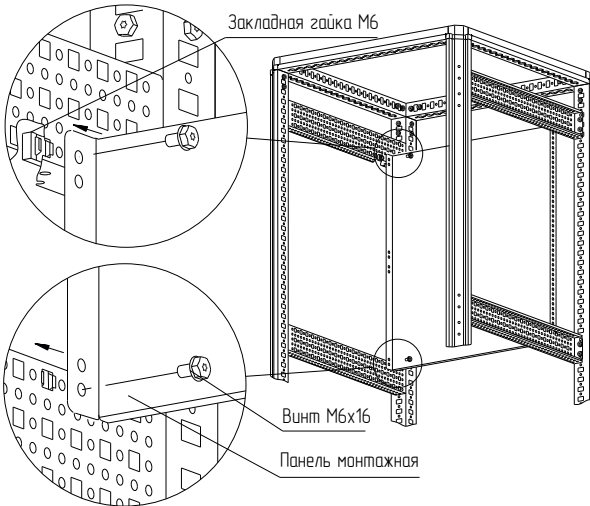

Рисунок 16
– вариант 2. Набором «закладная гайка М6 – винт М6×16 – шайба 6.4». Для этого предварительно установите закладные гайки в квадратные отверстия реек монтажных и закрепите панель монтажную винтами М6×16 с шайбами 6.4 (рисунок 16). Момент затяжки – 7 Н·м. Набор крепежа приобретается отдельно.